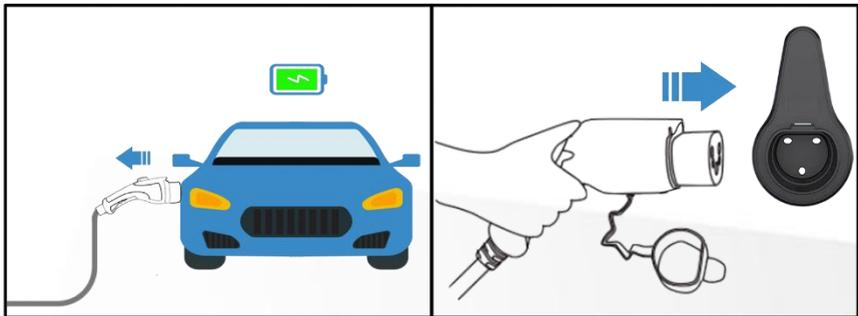

Fig.16
- 5) Remettez la fiche sur le support, comme indiqué sur la Fig.16